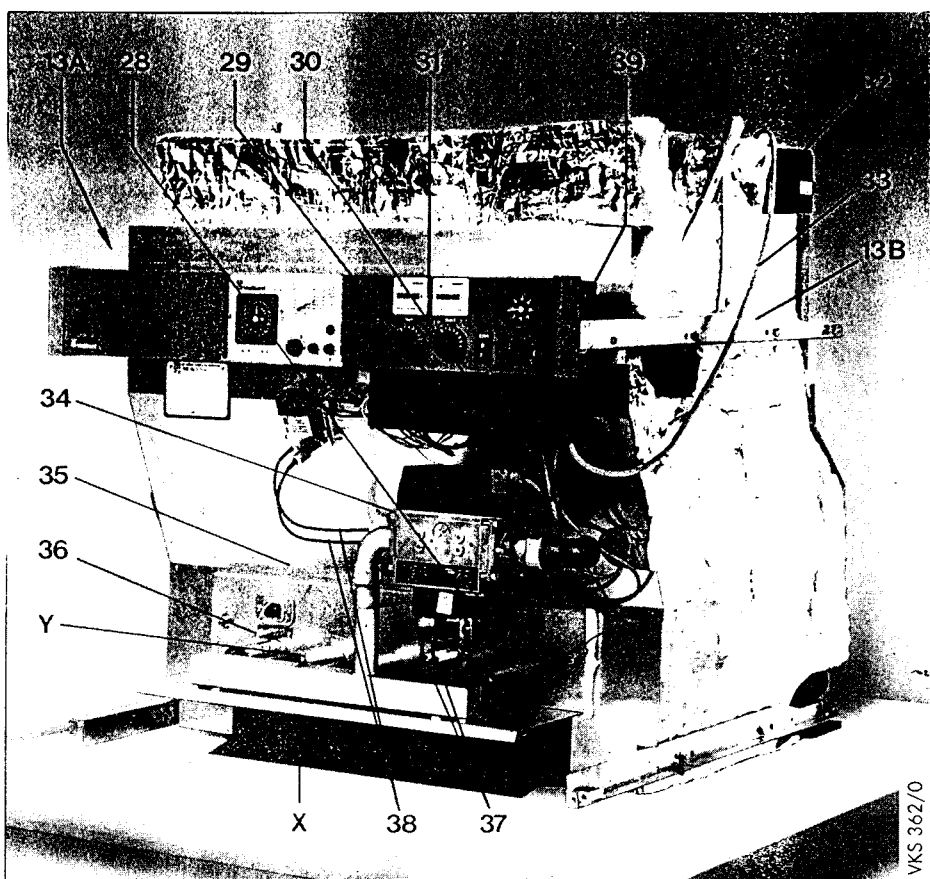
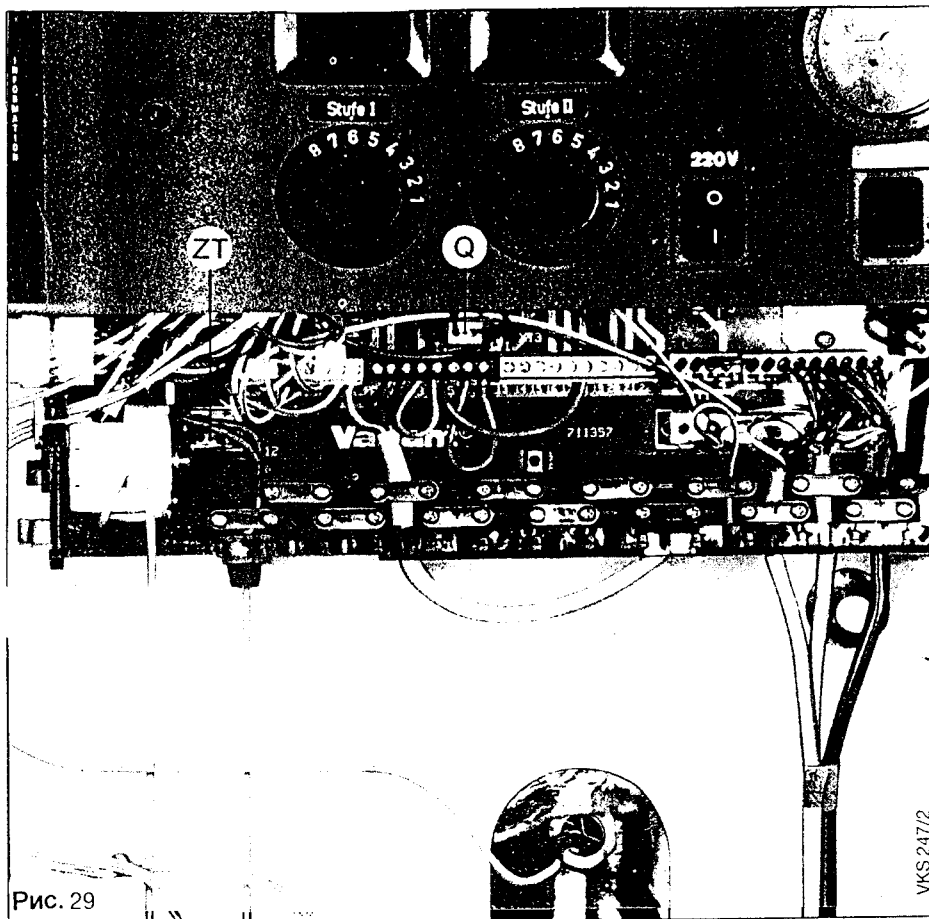

Рис. 21
Рис. 29
- Панель управления закрепить на уголках крепления облицовки (13А и В) как показано на рис. 21. (Винты немного ввинтить в уголки и затем навесить панель управления).
- Вставить штекеры (28, 29, 30) в соответствующие обозначенные места газорегулирующего блока (34).
- Провести кабель (33) от двигателя (32) клапана отходящих газов (27) к распределительному ящику.
- Ввести кабель (33) через направляющую (вводную) трубку в распределительный ящик, вставить штекер в предусмотренное место и зафиксировать его (см. также рис. 29).
- Соединительный штекер запального трансформатора в распределительном ящике вставить в позицию ZT и подсоединить провод заземления (зелено-желтый) (см. рис. 29).
- Погружные датчики поместить в погружные гильзы следующим образом: в верхнюю погружную гильзу (6) (рис. 7) вставить датчик термометра с волнистой пружиной и 2 пустые гильзы (см. также рис. 29). В нижнюю погружную гильзу (7) (рис. 7) вставить датчики от ограничителя температуры и от регуляторов температуры котла 1-й и 2-й ступени.